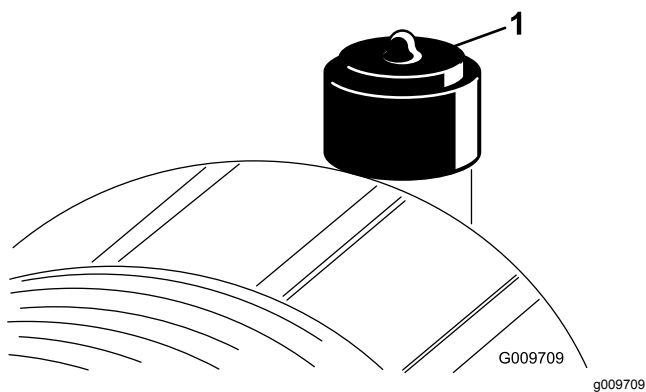

Figura 90
Revise el filtro del limpiador de aire únicamente cuando el indicador de mantenimiento (Figura 90) lo requiera. El cambiar el filtro antes de que sea necesario sólo aumenta la posibilidad de que entre suciedad en el motor al retirar el filtro.
2. Reinicie el indicador (Figura 90) si se ve rojo.